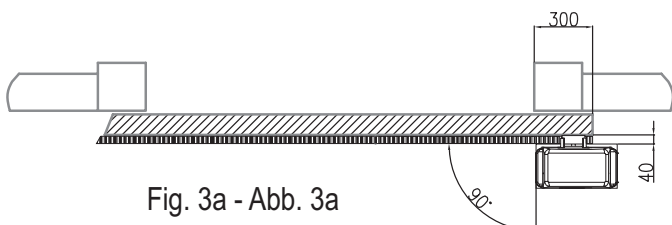
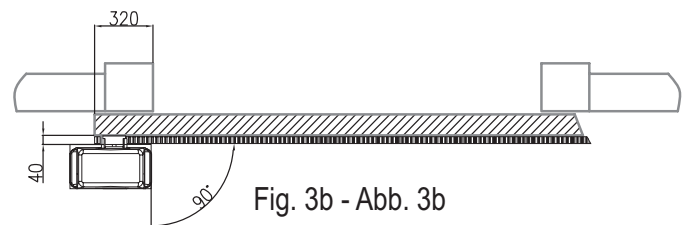

Fig. 3a - Abb. 3a
Fig. 3b - Abb. 3b
3. Annegare nel calcestruzzo le canaline e la piastra di fondazione dopo averne controllato, con l'ausilio di una livella, le quote e l'orizzontalità. Rispettare misure e angoli indicati in Fig. 3a (installazione destra) e in Fig. 3b (installazione sinistra) rappresentano il minimo indispensabile per un perfetto accoppiamento tra pignone e cremagliera.
3. Noyer dans le béton les gaines et la plaque de fondation après en avoir contrôlé, avec un niveau, les distances et l'horizontalité. Respecter les mesures et les angles indiqués dans la Fig. 3a (installation droite) et dans la Fig. 3b (installation gauche).
3. Cubra con hormigón los canales y la placa de cimentación después de haber controlado, con la ayuda de un nivel, las cotas y la horizontalidad. Respete las medidas y los ángulos que se indican en la Fig. 3a (instalación derecha) y en la Fig. 3b (instalación izquierda).
3. Submerge the channels and foundation plate into the concrete previously having checked the heights and level with a spirit level. Comply with the measurements and angles indicated in Fig. 3a (righthand installation) and in Fig. 3b (lefthand installation) that represent the minimum necessary for a perfect coupling between the rack and the pinion.
3. Die Maße und die Waagerechte der Kanäle und der Fundamentplatte mit einer Wasserwaage kontrollieren, dann diese im Beton versenken. Die in den Abb. 3a (Installation rechts) und 3b (Installation links) angegebenen Maße beachten. <0>
3. Leg de kabelgootjes en de funderingsplaat in het beton nadat u met behulp van een waterpas de waarden en het feit of alles horizontaal is, gecontroleerd hebt. Neem de afmetingen en hoeken in acht zoals die op afb. 3a (installatie rechts) en op afb. 3b (installatie links) aangegeven zijn; zij zijn het absolute minimum dat noodzakelijk is voor een perfecte koppeling tussen rondsel en tandheugel.